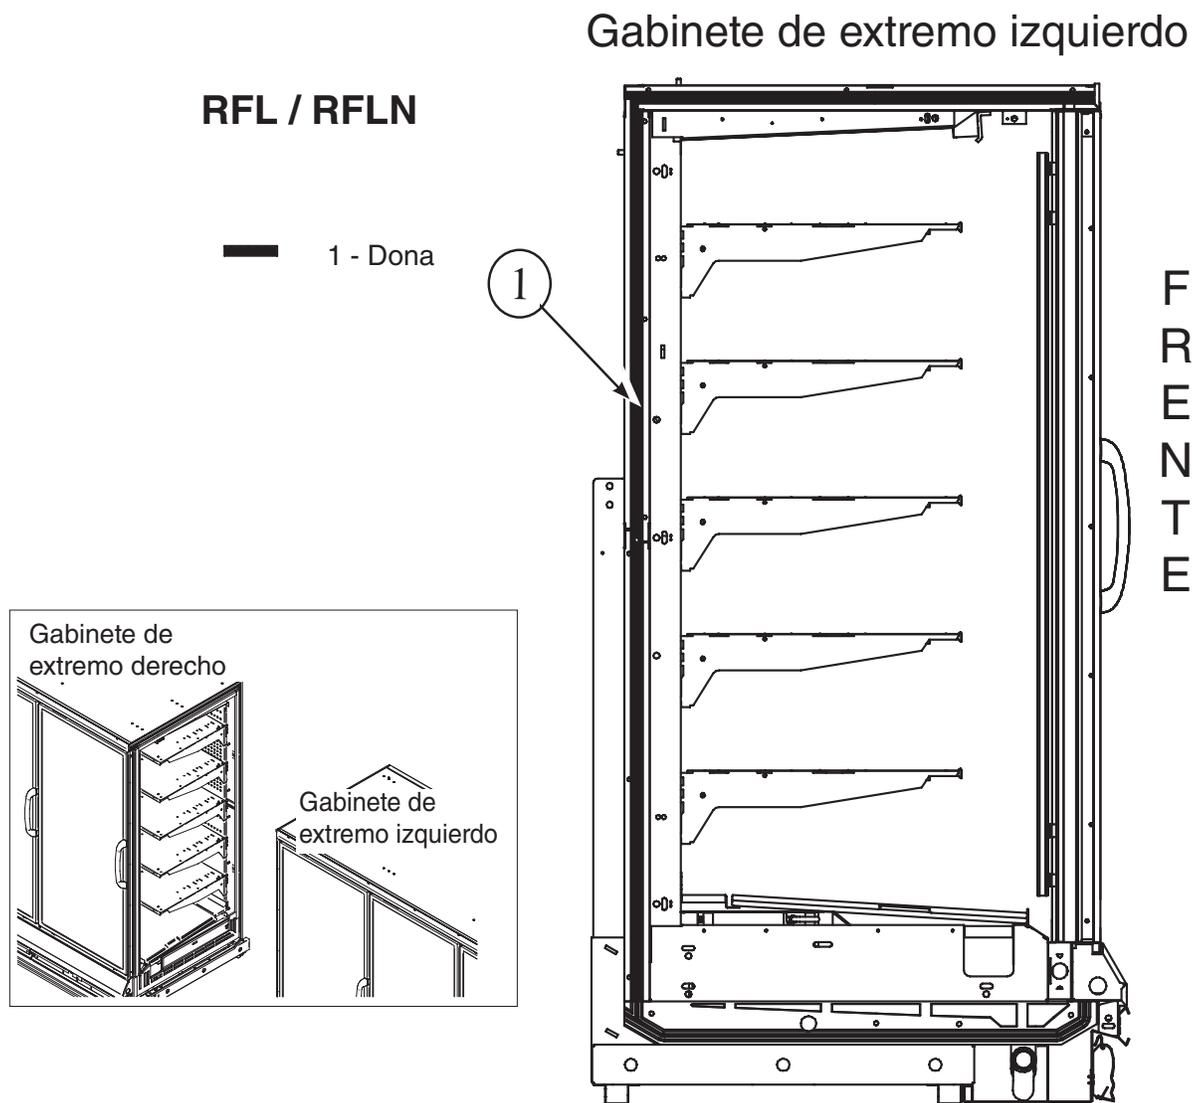

Figura 5A. Aplique el sello en el extremo izquierdo
- 5 Aplique el sello de dona – 1 en la ranura alrededor del extremo izquierdo y el derecho, como se muestra en la Figura 5A y 5B (la 5B se muestra en la página siguiente).